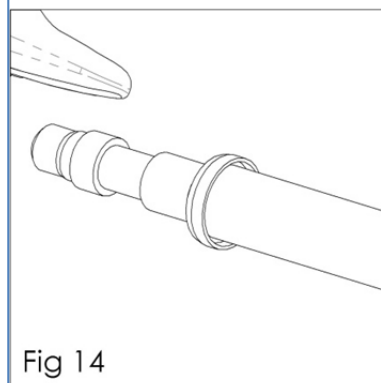

Fig 14
12. Włożyć nowe gniazdo zaworu (19) w narzędzie serwisowe (58). Rowek musi być skierowany na zewnątrz. (Patrz rys. 14)